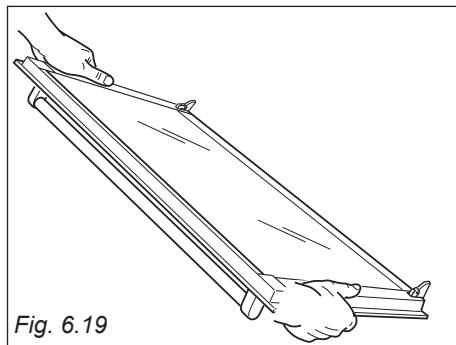

Fig. 6.19
1. Saisir solidement la porte (fig. 6.19).